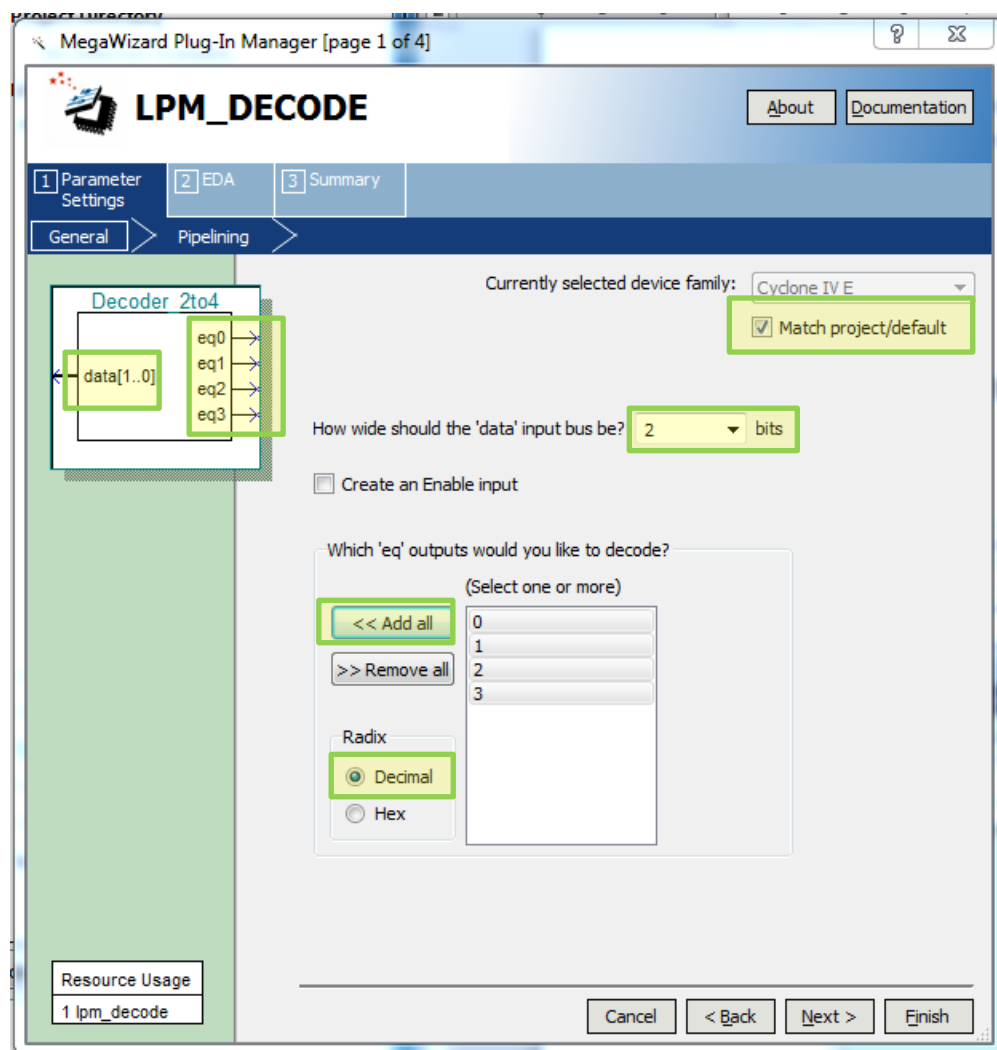

Рис. 22 Окно настройки экземпляра выбранного компонента (page 1)
4.11. В появившемся окне **“MegaWizeded Plug-In Manager [page 1 of 4]”** установите разрядность входа 2 бита (рис. 22), нажмите кнопку **“<<Add all”**. Выполните **«Next»**.